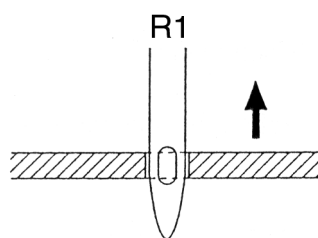

Рис. 13
- Вращением маховика в нормальном направлении переведите иглу в положение, показанное на рис. 13.